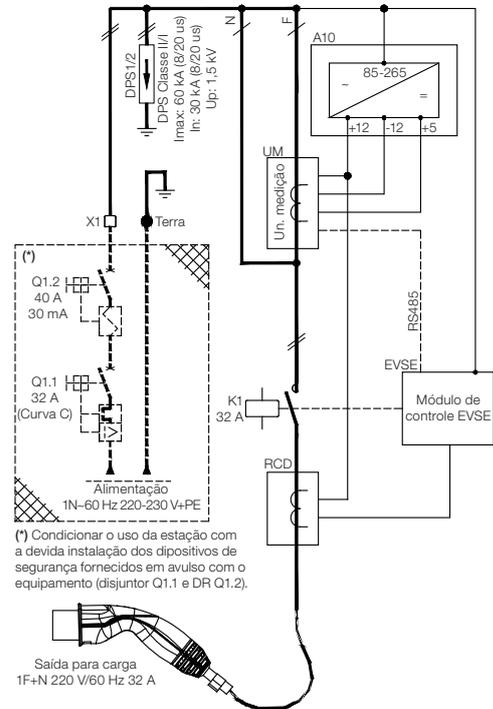

Figura A.1: Diagrama unifilar da Estação de Recarga para VE
O circuito externo de alimentação da Estação de Recarga para VE, deve possuir disjuntor (curva C) de 32 A ou superior (apropriadamente dimensionado de acordo com a bitola e comprimento da fiação), e interruptor diferencial residual de corrente nominal de 40 A ou superior e sensibilidade de 30 mA (CA), conforme ilustrado na Figura A.1.